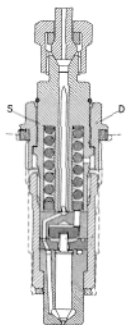

Fig. 32. - Sezione di un iniettore.
- Estrarre gli iniettori dalla testa cilindri svitando il dado di fissaggio (D, fig. 32).